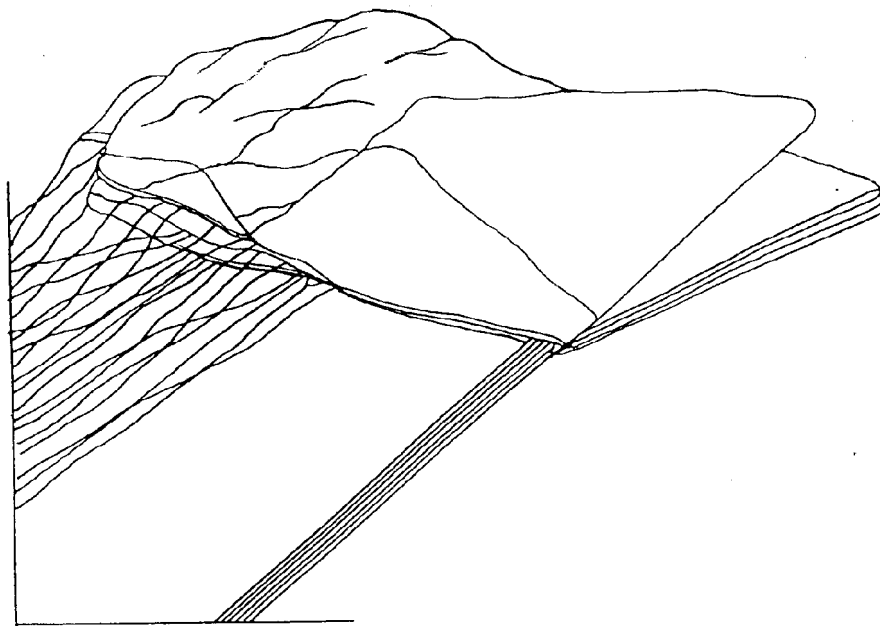

Рис. 16
1) захватывая ткань верхней оболочки купола между стропами первого ряда, вытянуть полотнища, тщательно их расправляя. Взяться за верхнее полотнище напротив места крепления правых строп второго ряда и, вытянув и расправив полотнища, положить их на полотнища у строп первого ряда (рис. 16);